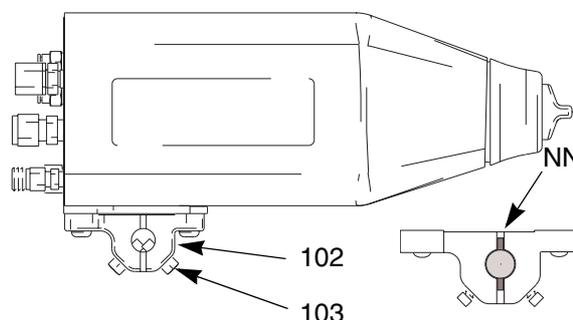

Fig. 4. Abrazadera de montaje
1. Afloje los dos tornillos de fijación (103) del soporte de montaje y deslice el soporte (102) sobre una varilla de montaje de 13 mm (1/2 pulg.). Vea Fig. 4.
NOTA: Para mayor fiabilidad en la instalación, introduzca un pasador de posición de 3 mm (1/8 pulg.) en la ranura (NN) del soporte y a través del orificio de la varilla. Vea el detalle en Fig. 4.